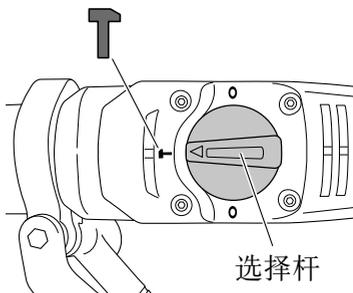

图 4
(3) 如图 4 所示，将选择杆切换至“锤击 T”，确认已卡紧。